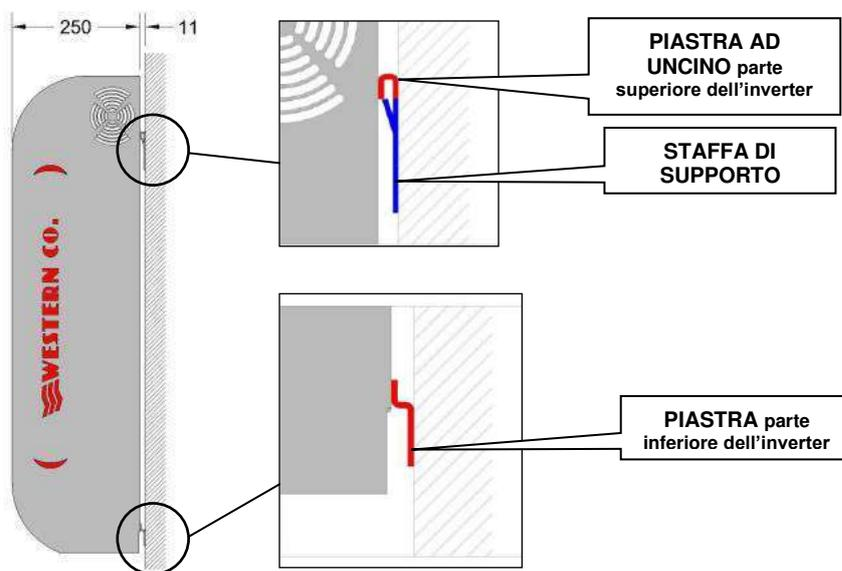

Fig.10 Montaggio a parete
- Fissare a muro la staffa di supporto (fornita in dotazione) tramite i tasselli e le viti fornite in dotazione; successivamente agganciare l'inverter tramite la piastra ad uncino posta nella parte superiore dell'apparecchio. Infine, fissare l'inverter alla parete utilizzando i fori predisposti nella parte inferiore dell'apparecchio. Il tutto come indicato in Fig.10.